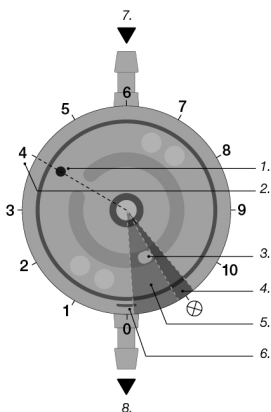

Fig. 10: Representación esquemática del rotor en una radiografía
Aquí es decisiva la posición de la entrada del canal (1) (Fig. 10), que viene determinada por la posición del rotor.
posición de la entrada del canal (1) muestra el nivel de reducción de flujo ajustado (2) (Fig. 10). Si la posición de la entrada del canal se encuentra en la zona gris oscura (4), la unidad de reducción y, por tanto, el sistema de derivación están cerrados (rango de cierre por derivación, «M.flow off» ⊗).
El tope del rotor (3) sirve de orientación para que el nivel de reducción de flujo no se lea al revés; en una vista superior de la válvula implantada como se muestra en Fig. 10, el tope del rotor es visible en la parte inferior derecha.